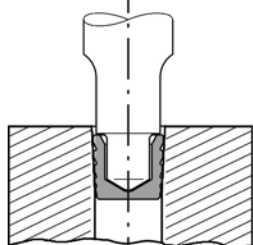

Fig. 2
- 将LP密封堵头用安装工具压入工艺孔中。相应的压入行程S请参照下表 (Fig. 2).